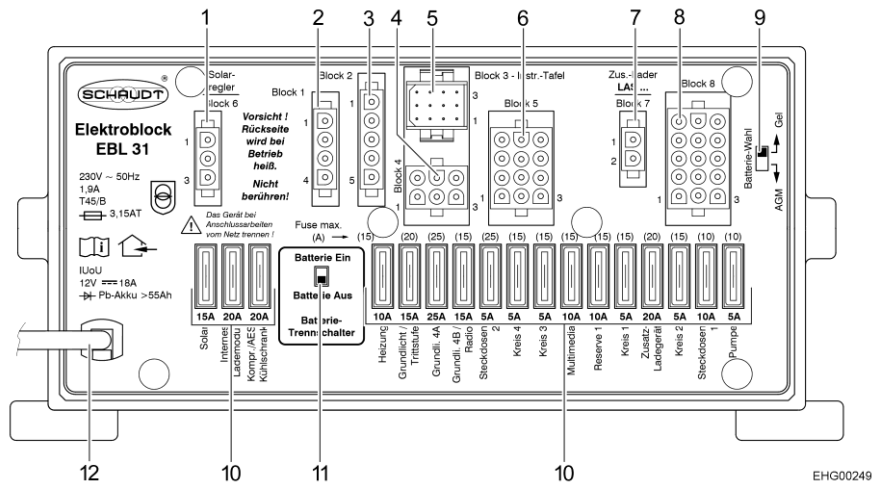

Bild 66 El-block (EBL 31)
- ▷ För alla elektriska 12 V-förbrukare från spänningsförsörjningen och för att undvika urladdning av bodelsbatteriet, ställ in batteribrytaren (Bild 66,11) på el-blocket på "Batterie Aus" (batteri från).
- ▷ Förbrukare som laddare, laddningsregulator för solpanel, panel och liknande förbrukar ström från batteriet, även då huvudbrytaren 12 V på panelen (Bild 67,6) är fränkopplad. Därför bör du ställa batteri-brytaren (Bild 66,11) på el-blocket på "Batterie Aus" (batteri från) om fordonet inte ska användas under en längre tid.